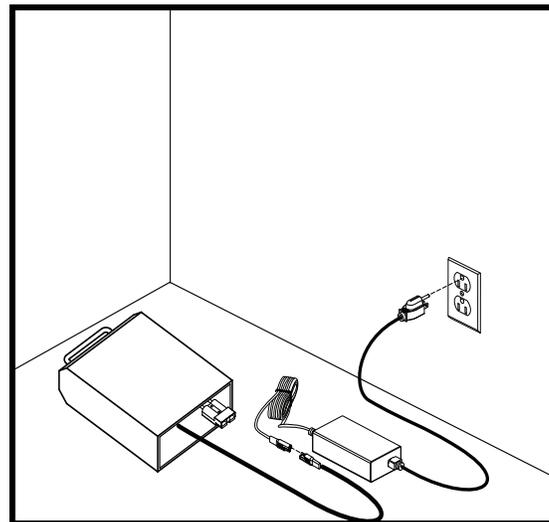

Figure 19. Recharge des batteries
2. Branchez le cordon d'alimentation du chargeur dans le réceptacle situé dans le bas du boîtier, puis branchez l'autre connecteur du cordon dans la prise électrique. Voir la figure 19.